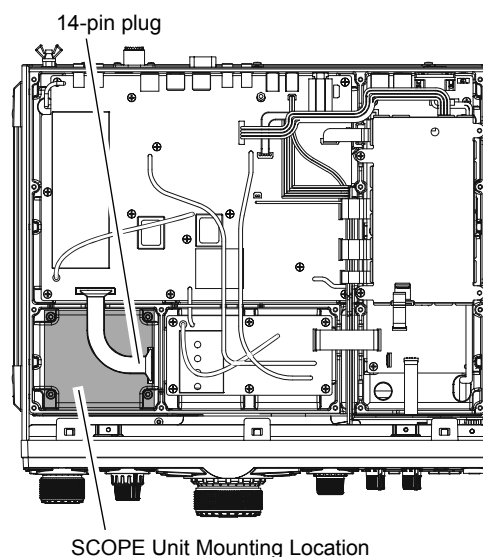

FIGURE 2
4. En se référant à la figure 2 pour situer l'emplacement de montage de la platine SCOPE. Il y a une prise à 14 broches qui n'est pas branchée.